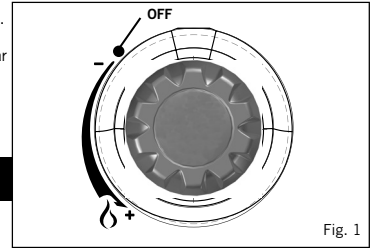

Fig. 1
- Para encender el aparato manualmente, aplique una llama al quemador utilizando un encendedor de barbacoa, gire la perilla de control del aparato lentamente en el sentido contrario al de las agujas del reloj hasta lograr el encendido (Fig. 1).